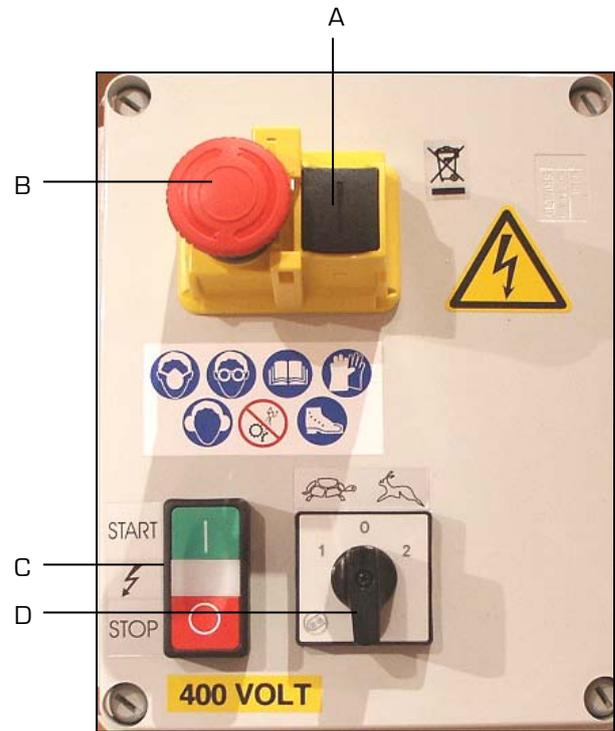

Figure 2
4. Déverrouiller l'arrêt coup de poing à accrochage (B fig.2).
5. Appuyer sur le disjoncteur (A fig.2).
6. Sélectionner la vitesse désirée à l'aide du commutateur (D fig.2) :
7. Appuyer sur l'interrupteur vert de mise en marche « START » (C fig.2).
- Appuyer sur l'interrupteur rouge d'arrêt « STOP » (C fig.2).
- Appuyer sur l'arrêt coup de poing à accrochage (B fig.2).